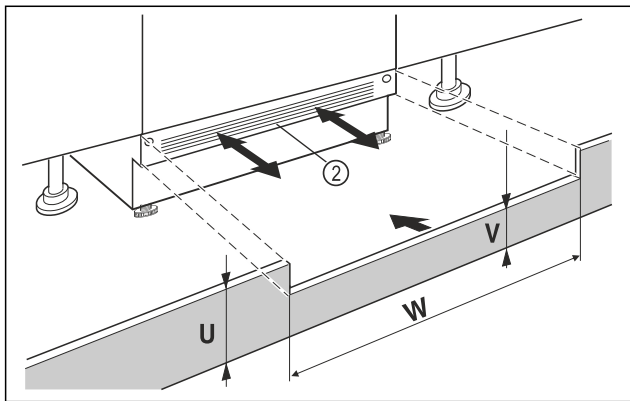

Fig. 40 Esimerkkikuva
- ▶ Aseta laitesokkelireunus Fig. 40 (2) paikoilleen, mutta älä kiinnitä sitä vielä.
- ▶ Jos sokkelireunus on näkyvässä Fig. 40 (2), vedä se niin pitkälle eteenpäin, että tuuletusristikon ja kalustesokkelireunuksen etureuna muodostavat tason.
- ▶ Jos sokkelireunus on piilotettu Fig. 40 (2), työnnä se täysin taakse.
- ▶ Varmista, että tuuletusraot ovat täysin vapaina: Leikkaa tarvittaessa pois kalustesokkelireunuksen Fig. 40 (U) korkeudesta!
- ▶ Sovita syvennyksen leveydeltä Fig. 40 (W) reunakorkeus Fig. 40 (V) laitesokkelireunuksen alla Fig. 40 (2).